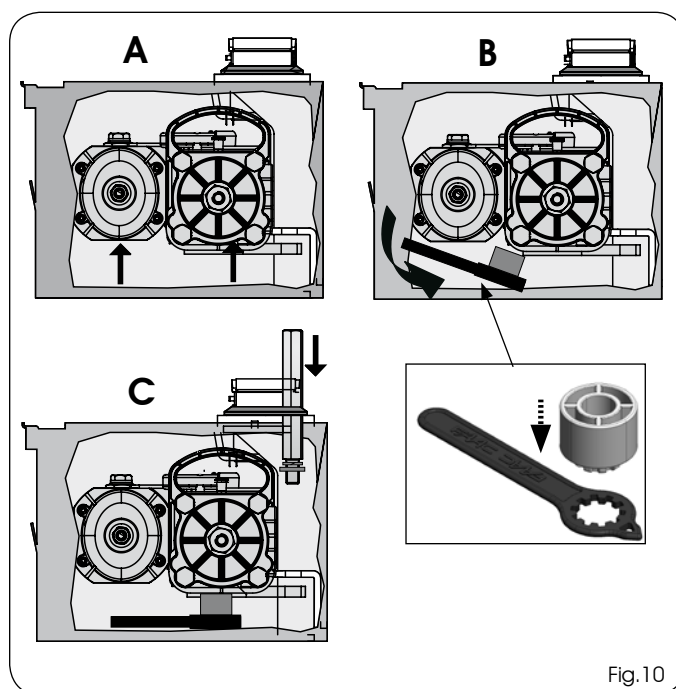

Fig.10
10) Levante el operador por las manillas (Fig.10 ref.A), de forma que el piñón entre en el casquillo ranurado de la caja portante. Para facilitar la operación, gire ligeramente el operador hasta que se produzca el acoplamiento.